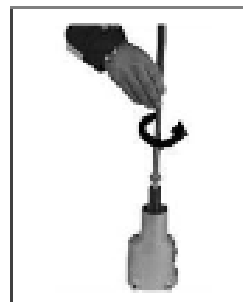

Рис. 5
2. Соедините насадку с миксером, закрутив резьбовое соединение по часовой стрелке (Рис. 5). Используйте гаечные ключи (входят в комплект) для надежной фиксации насадки.